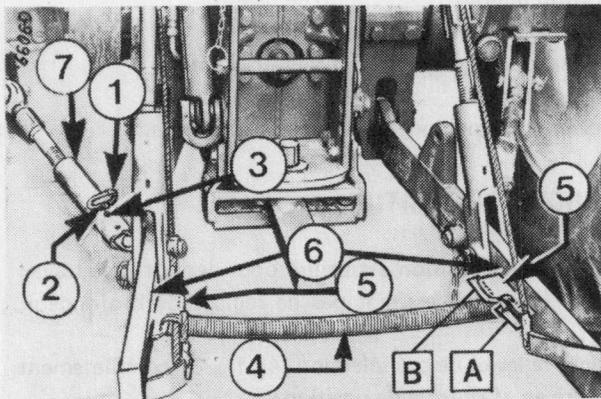

Figure 36
- b) Bloquez horizontalement en introduisant les stabilisateurs (4) dans les trous inférieurs des supports latéraux (5). Engagez les chevilles (1, fig. 36) dans leurs trous respectifs (2 ou 3) prévus sur les stabilisateurs (7) puis fixez-les.
Suivant le type d'instrument utilisé engagez la cheville (1) fig. 36 dans le trou (2 ou 3) et le ressort (4) dans l'oreille (A ou B).
Accrochez le ressort (4) Fig. 36 à son oreille respective (5 A ou B) afin d'obtenir l'écartement standard propre à l'attelage automatique.
Le ressort (4) Fig. 36 assure l'écartement correct des bras inférieurs. Réglez si nécessaire l'accrochage du ressort sur les oreilles d'attache A ou B.